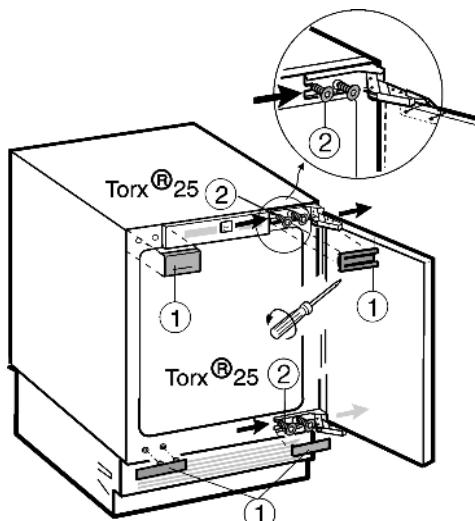

Fig. 2
- Снимите закрывающие элементы Fig. 2 (1).
- Крепежные винты Fig. 2 (2) только ослабьте.
- ▶ Переставьте нижние и верхние крепежные винты Fig. 2 (2) на противоположную сторону.
- ▶ Навесьте дверцу устройства на заранее установленные крепежные винты Fig. 2 (2).
- ▶ Затяните крепежные винты Fig. 2 (2) (**с моментом 4 Нм**).
- ▶ Снова установите закрывающие элементы Fig. 2 (1).